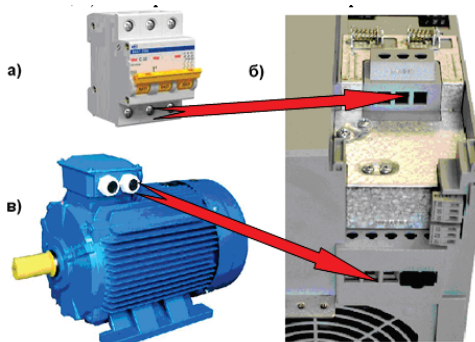

Рисунок 1 - Монтаж компонентов привода
**Подключите питание** к клеммам **Mains** ОВЕН ПЧВ3 (см. рисунок 1).
**Подключите двигатель** к клеммам **Motor** ОВЕН ПЧВ3 (см. рисунок 1).